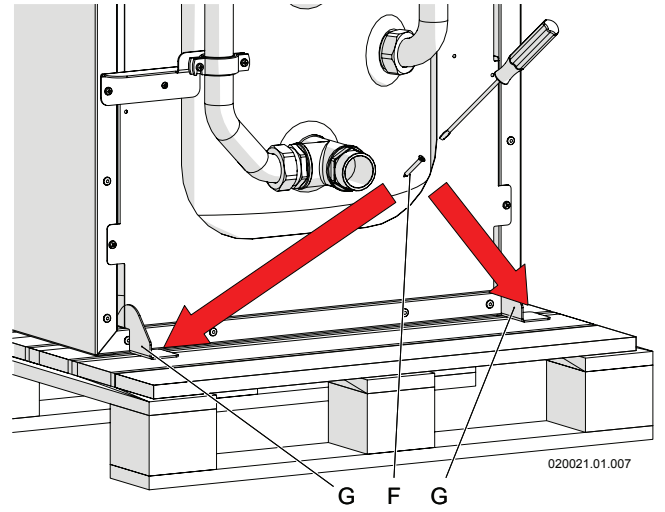

Figura 6-4 - Rimozione del bancale
- 4.-rimuovere la vite "F" presente nei punti "G" di cui in figura 6-4, nel retro dell'apparecchio (Figura 6-4);